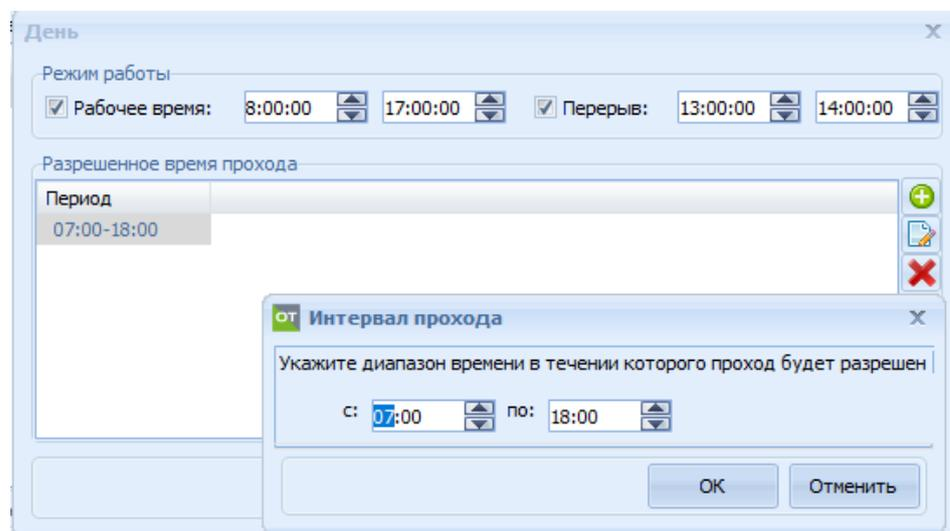

Рисунок 25.18 – Окно «День»
- 4) Рабочее время для каждого дня графика настраивается с помощью кнопки «Изменить день» панели меню или двойного щелчка мыши по дню графика. В результате откроется окно «День», в котором требуется указать (рисунок 25.18):